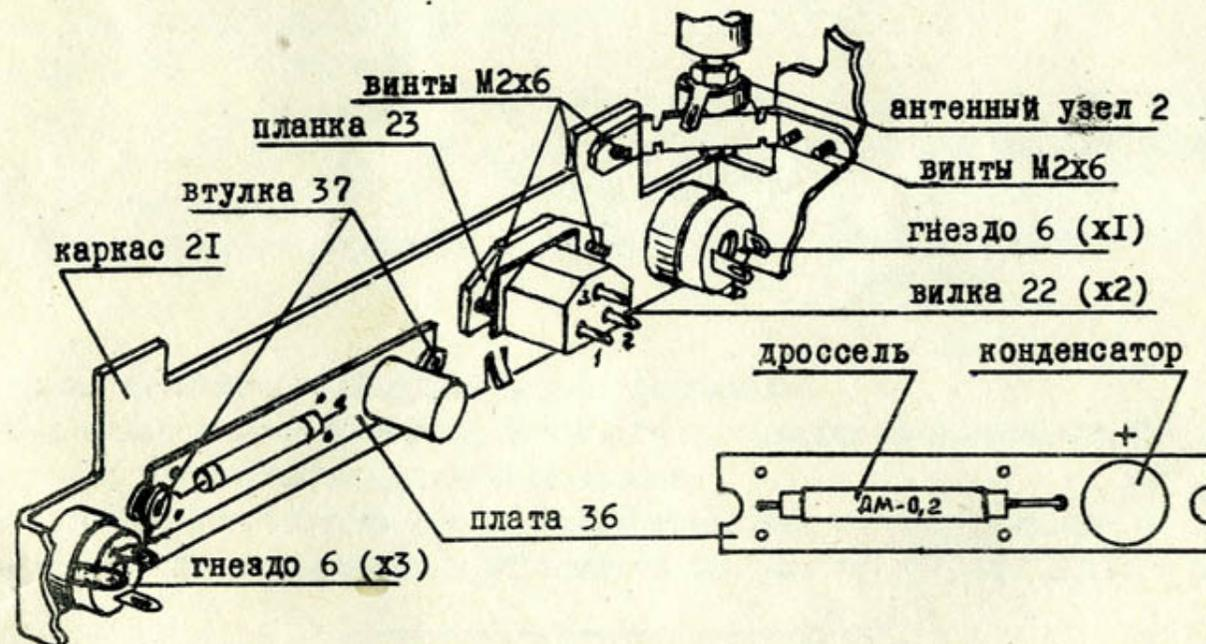

Рис.6. Сборка задней стенки каркаса и монтаж платы фильтра
- установи в отверстия в задней стенке каркаса 2I гнезда 6, как показано на рис.6, и закрепи их гайками;
- вставь в пазы вилки 22 планку 23 и закрепи планку с вилкой на каркасе двумя винтами M2x6, как показано на рис.6;
- закрепи антенный узел 2 на каркасе 2I тремя винтами M2x6 согласно рис.6;
- установи на плату фильтра 36 конденсатор и дроссель, согласно рис.6, соблюдая полярность включения электролитического конденсатора;
- установи на каркас плату 36 с втулками 37 двумя винтами M2x6, как показано на рис.6, при этом обрати внимание на то, чтобы пайки с монтажной стороны платы не замыкались на каркас;